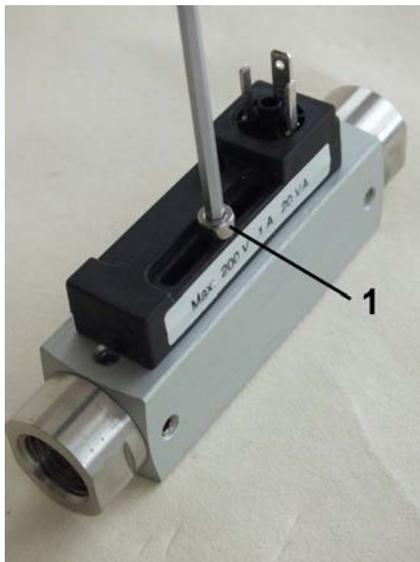

Abb. 53: Feststellschraube Schaltkontakt
3. ➤ Feststellschraube (Abb. 53/1) des Schaltkontaktes mit einem Sechskant-Schraubendreher herausdrehen und entfernen
7. ➤ Feststellschraube (Abb. 53/1) einführen und leicht anziehen damit sich der Schaltkontakt noch leicht verschieben lässt
9. ► Feststellschraube (Abb. 53/1) wieder festdrehen, dabei Schrauben-Anziehdrehmoment beachten (↳ *Kapitel 11.1 „Anziehdrehmomente“ auf Seite 75*)